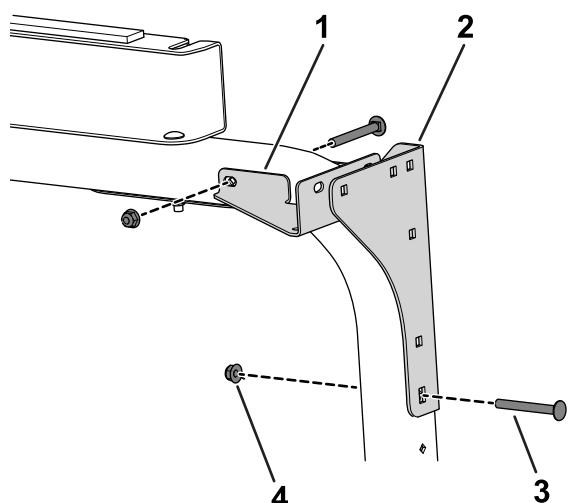

図 28
6. キャリッジボルト5/16 x 2 3/4インチ4本とフランジナット5/16インチを使って、日よけの後取り付けブラケットと後コーナーガセットをROPSに固定する図 28。